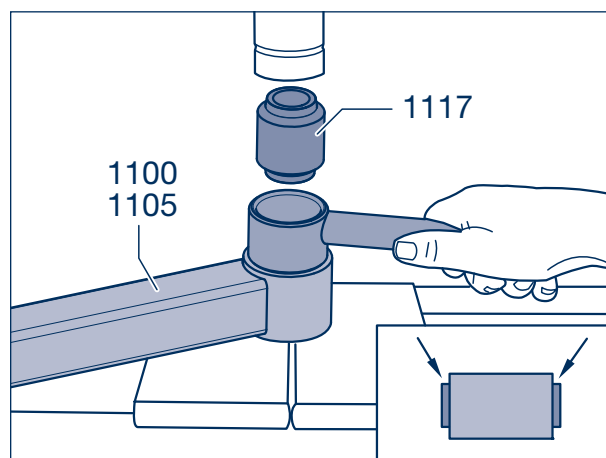

Рисунок 12
- [21] Вдавливать втулку (1117) с помощью подходящей нажимной детали до тех пор, пока втулка не будет выступать одинаково с обеих сторон (рисунок 12/стрелки).
С обеих сторон втулка должна выступать одинаково (рисунок 12 / стрелка).